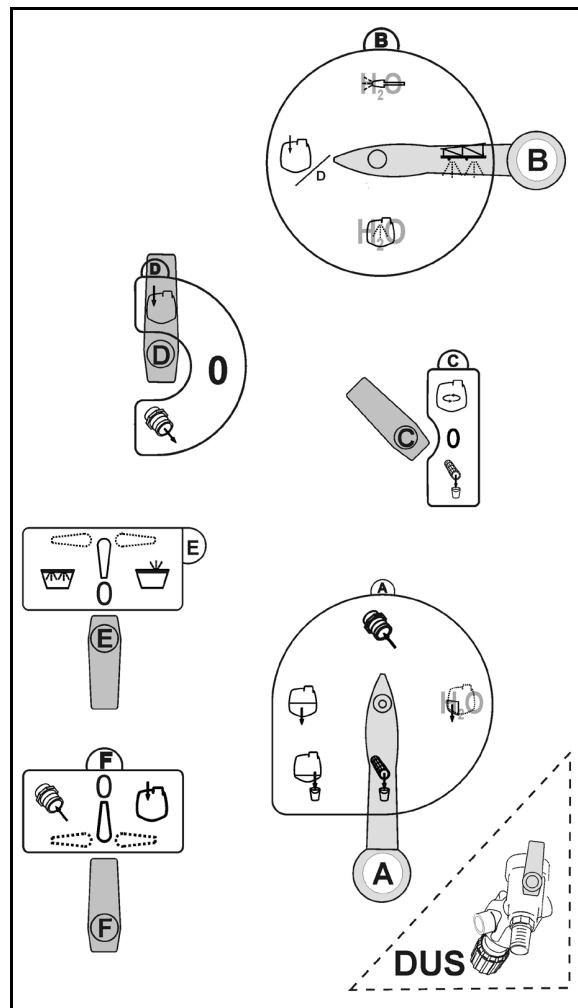

Fig. 15
5. Aduceți robinetele de comutare în poziția specificată de la panoul de comandă (Fig. 15):